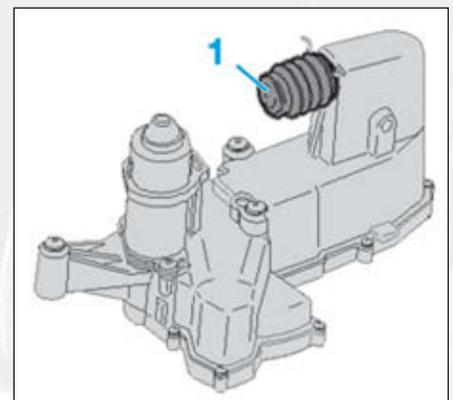

FIG.6
Les opérations suivantes sont interdites : Manipuler l'actionneur d'embrayage par la tige de poussée (1) (Fig.6). Comprimer et relâcher la tige de poussée (1).